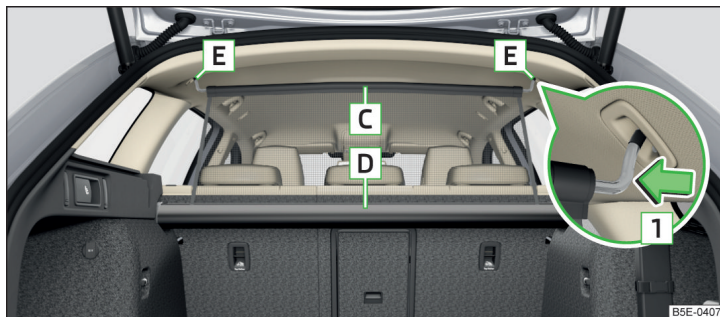

Fig. 123 Peretele despărțitor din plasă din spatele scaunelor din spate, în stare demontată
- Trageți peretele despărțitor din plasă, de traversa superioară [C], din carcasa [D] » fig. 123.
- Apăsați pe traversă și extrageți-o din punctele de fixare [E], mai întâi pe o parte, apoi pe cealaltă parte » fig. 123.